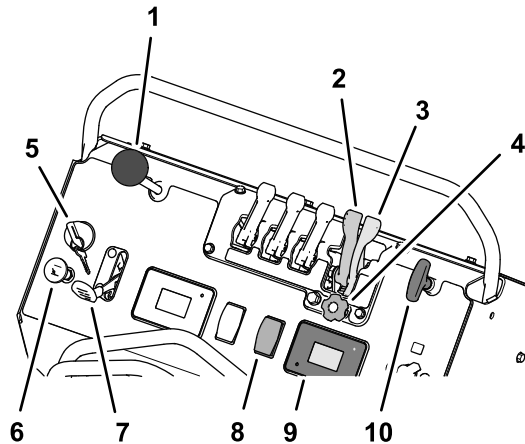

Figura 39
1. Arranque el motor y ponga el acelerador en un punto intermedio entre las posiciones de LENTO y RÁPIDO (Figura 39).
2. Pulse la parte superior del interruptor de control del impulsor para poner en marcha el motor del impulsor (Figura 39).